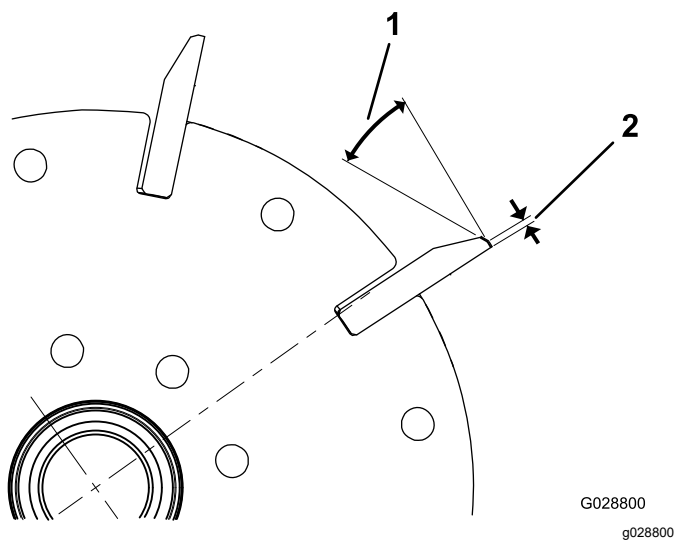

Figura 34
1. Applicare un'ulteriore rettifica di 30 gradi sulle lame del cilindro in modo da ottenere una larghezza di 1,3 mm (Figura 34).